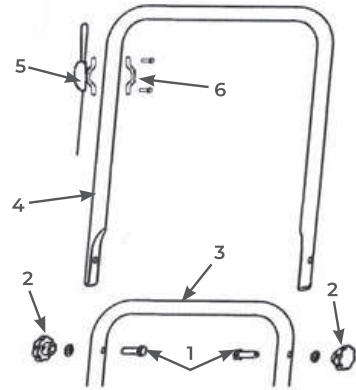

РИС. 2
- Совместите отверстия в нижней 3 и верхней 4 частях рабочей рукоятки (Рис. 2).
- Закрепите рычаг с помощью скобы крепления 6 и входящего в комплект крепежа (Рис. 2).